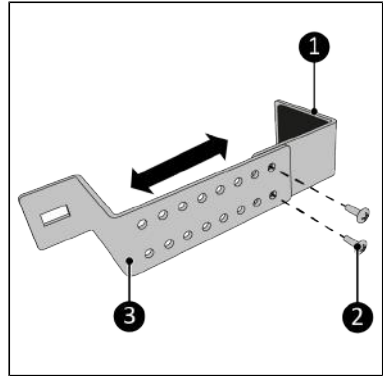

Abbildung 146.
2. Schrauben Sie das Oberteil (Abbildung 146, Pos. 1) und das Unterteil (Abbildung 146, Pos. 2) mit den beiden M5 x 7 mm Schrauben in einem großen Abstand (Abbildung 146, Pos. 3) zusammen. Passen Sie den Abstand bei Bedarf an.